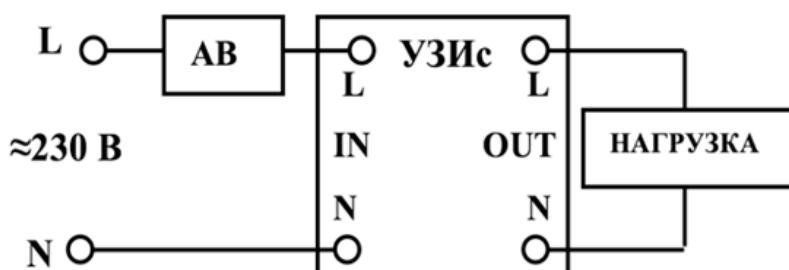

Рис. 3.1. Подключение УЗИс с автоматическим выключателем (AB)
3.2.2.3. При отсутствии Автоматического выключателя (АВ), защищающего от сверхтоков короткого замыкания с номинальным током, не превышающим номинальный ток УЗИс, установить такой АВ на входе УЗИс (рис. 3.1).